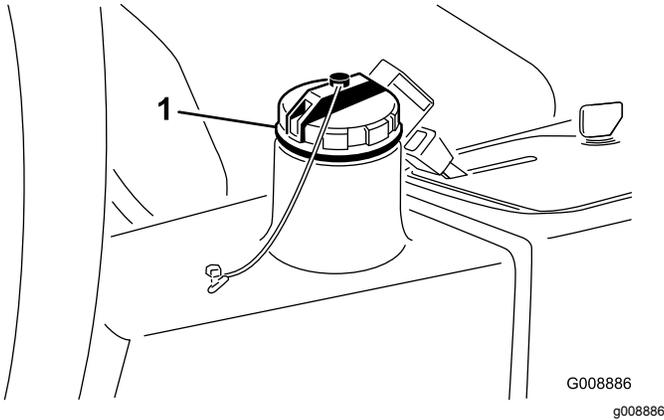

Рисунок 41
- Очистите зону вокруг заливной горловины и крышки гидравлического бака (Рисунок 41) и снимите крышку.